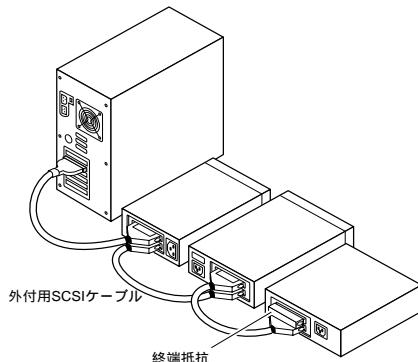

図2.外付用SCSIデバイスのデイジーチェーン接続
- 4 他の外付用SCSIデバイスを接続する場合は、それぞれのデバイスを1つ前のデバイスに接続し、すべての外付用SCSIデバイスを接続するまで、デイジーチェーン状に接続を繰り返します（図2を参照）。